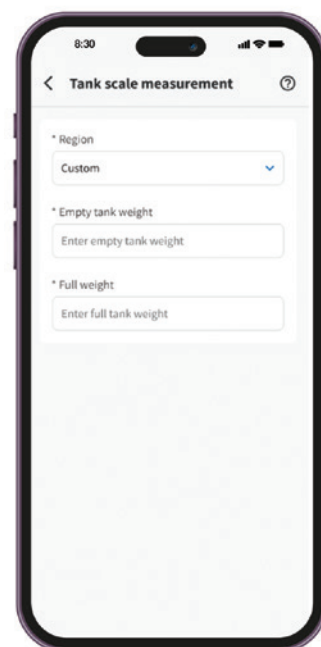

Fig. 13
- » **Bombola personalizzata (opzionale):** Inserisci il peso di una bombola vuota e piena per un monitoraggio accurato (**Fig. 13**).